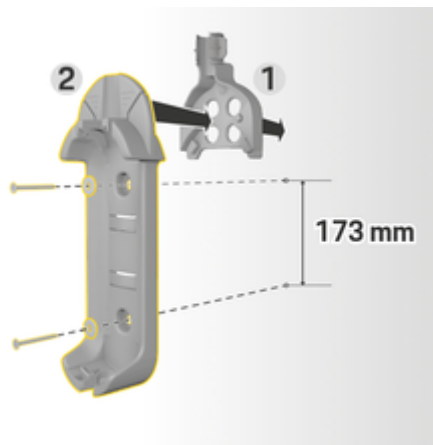

Abb. 8: Bohrmaße
3. Wandhalterung Basis **2** (Abb. 8) von vorne in die Kabelführung **1** (Abb. 8) eindrücken.